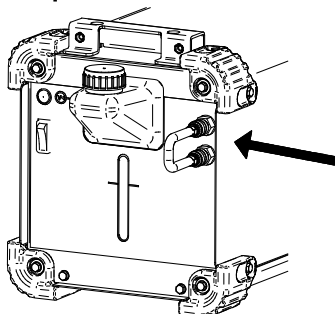

Рисунок 7.
- Подсоедините шланг с водяным штуцером быстрого соединения (входит в комплектацию оборудования) к впускному патрубку охладителя и выходному разъему (Рисунок 7).